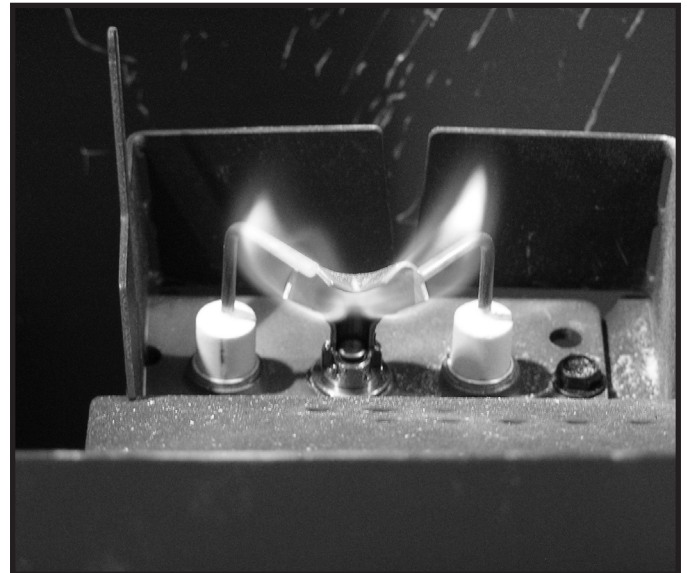

Figure 4.2. Comportement de la flamme de la veilleuse IPI
- Inspectez la qualité du comportement de la flamme de la veilleuse. Consultez la figure 4.2 pour un comportement de la flamme de la veilleuse. Nettoyez ou remplacez l'orifice si nécessaire.